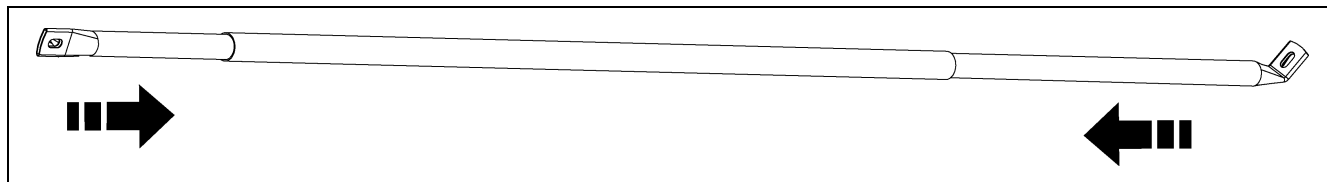
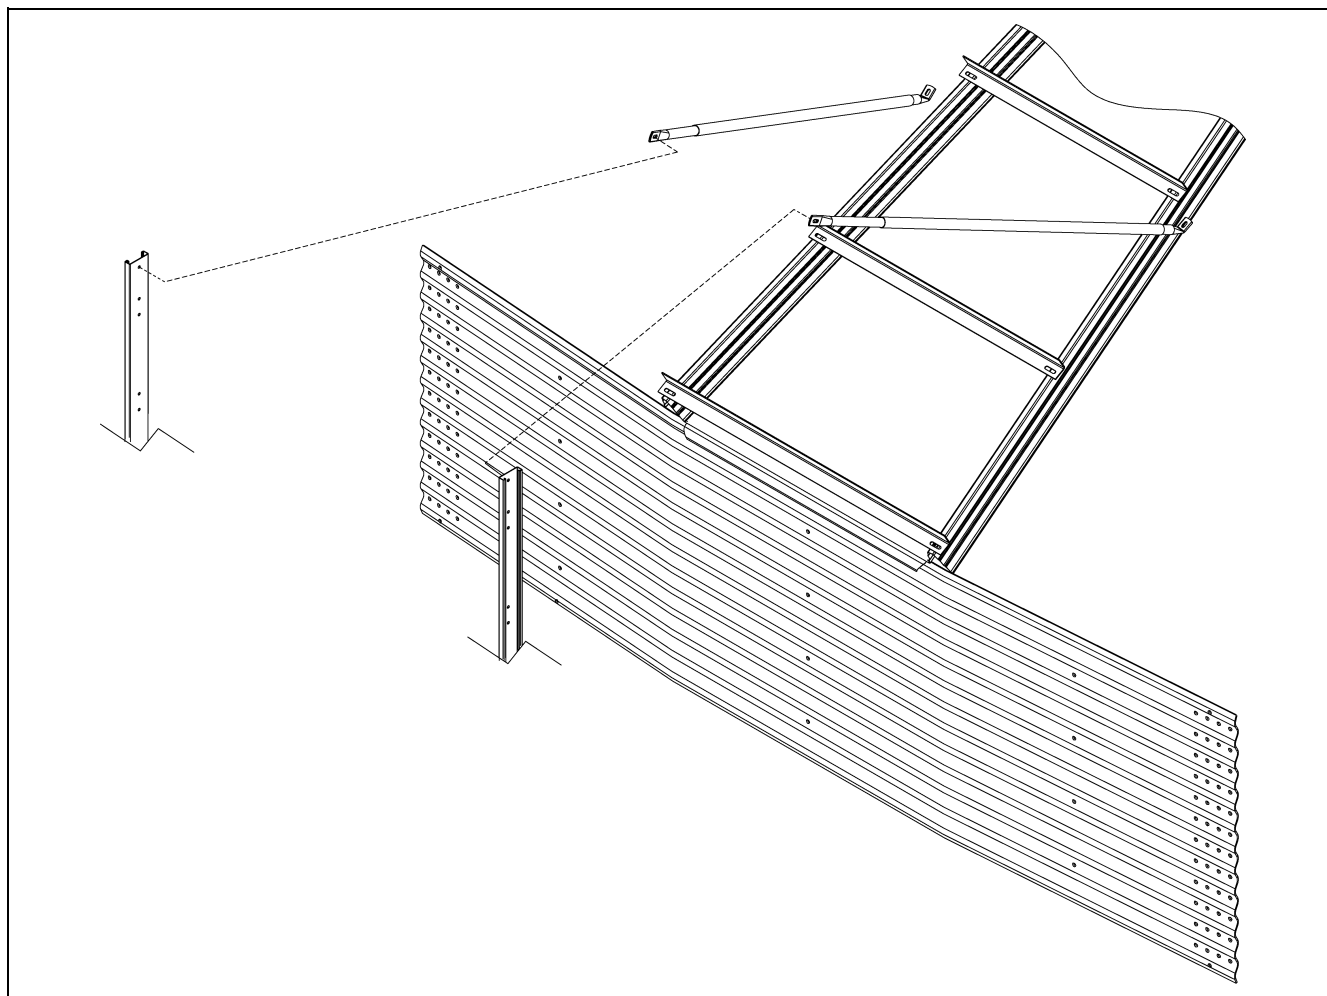

Figura 7F
Figura 7G
(Vea Figura 7F.) Inserte los tubos pequeños en el interior de los tubos grandes y una uno de los tubos pequeños a la parte superior del riel de extensión de la escala. Ajuste los otros tubos pequeños para que así el fondo del tubo aplanado llegue al panel del techo o azotea. Perfore en el campo cuatro (4) orificios de 5/16 de pulg. en ambos tubos, pequeños y grandes, y únalos entre sí utilizando pernos y tuercas de 1/4 pulg. x 1-1/2 pulg. Esto evitará que se deslicen los soportes ajustables. (Vea Figura 7G.)